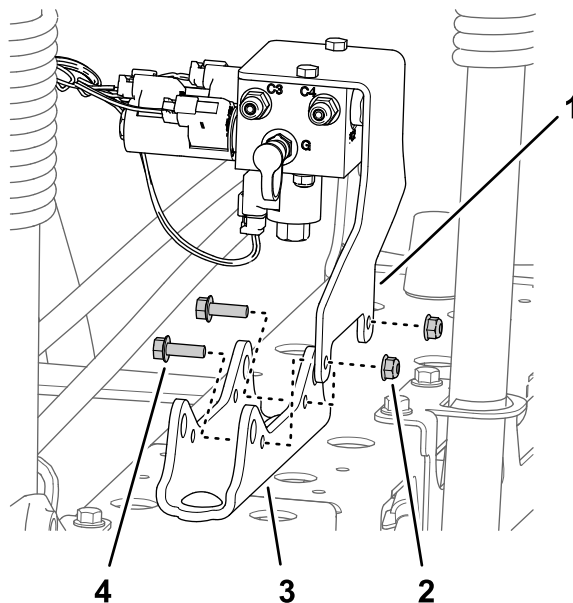

Figure 43
- Machines sans kit de mise à niveau de rampe ultrasonique en option :** retirez les 2 contre-écrous à embase (5/16") et les 2 boulons à embase (5/16" x 1") qui fixent la patte de support du collecteur de levage de section au support de vérin, et déposez le collecteur et la patte de support du support de vérin (Figure 43).